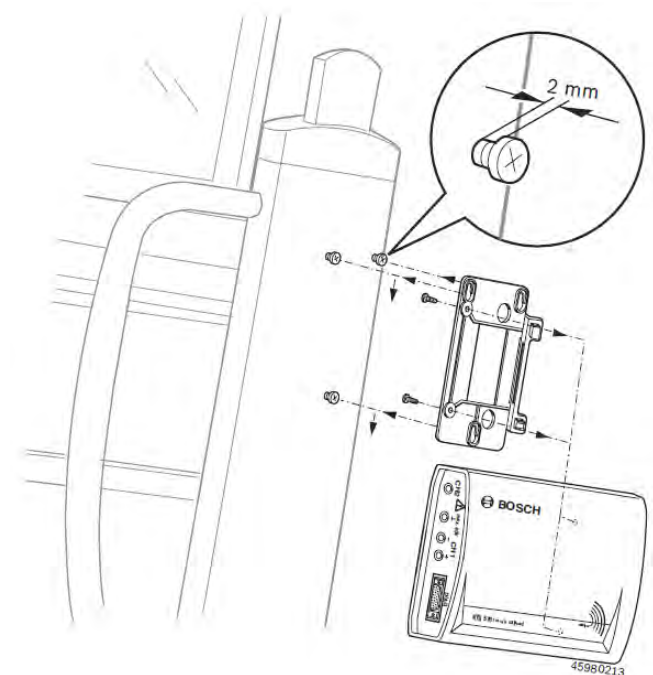

Fig.5: Montage bevestigingshouder
1. De meegeleverde drie balkopschroeven in de Bosch-rolwagen draaien (zie fig. 5).